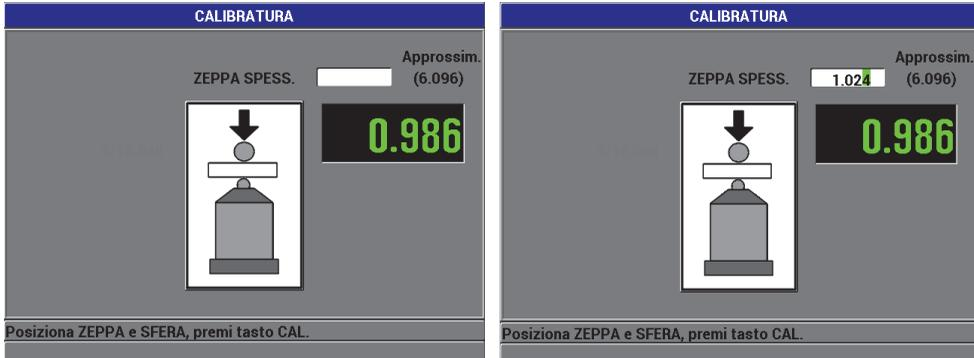

Figura 4-9 Punto di calibrazione ZEPPA SPESS.
6. Punto ZEPPA SPESS. (zeppa spessa): Lo strumento avvertirà l'utente di posizionare una zeppa spessa per la calibrazione e un target al di sopra dell'estremità della sonda. Lo spessore di questo punto di calibrazione con zeppa spessa varierà in funzione del target a sfera, a disco e a filo selezionato. Lo spessore approssimativo della zeppa sarà visualizzato nel campo di misura inferiore. Premere [CAL] per trasferire la misura nel campo di testo, dopodiché usare le frecce per inserire lo spessore noto della zeppa di calibrazione ed infine premere [CAL] (vedere Figura 4-9 a pagina 95).